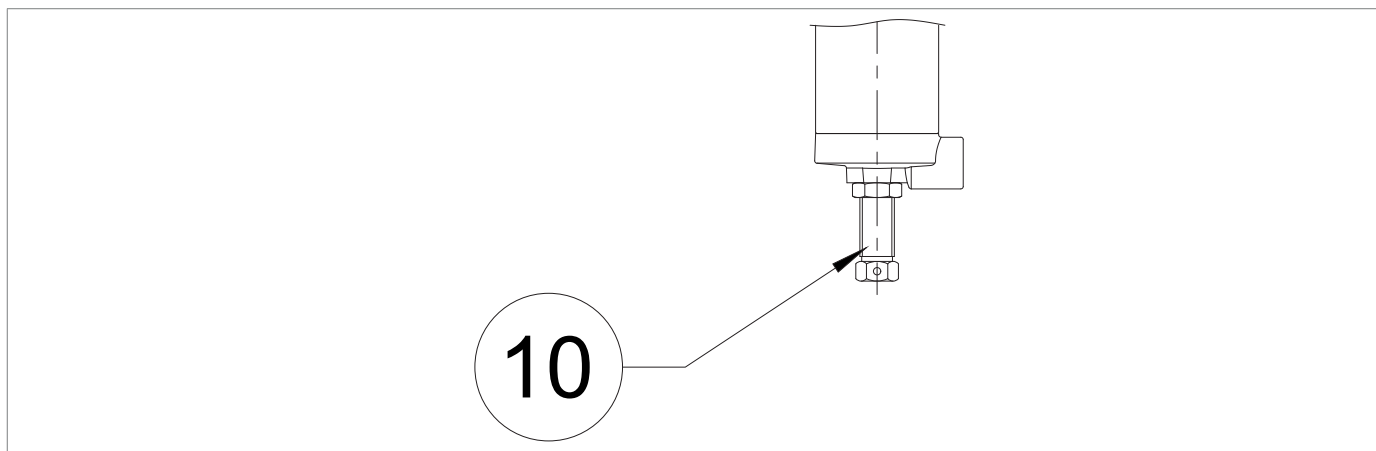

Fig. 8.12. Taratura piloti serie 300
2	Svitare completamente il dado di fissaggio e la vite di regolazione (Fig. 8.12, rif. 10) del pilota (3) per scaricare la molla.
11	Bloccare la vite di regolazione e il dado di fissaggio (Fig. 8.12, rif. 10) del pilota (3).